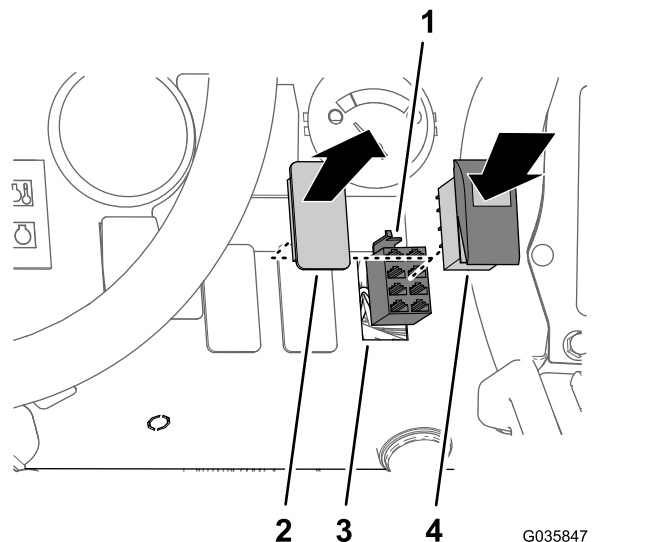

Bild 35
- Entfernen Sie die Schalterblende im Bedienfeld an der in Bild 35 abgebildeten Stelle.
- Schließen Sie den 8-Buchsen-Stecker des Kabelbaums des Finishingkits für den Ultra Sonic Boom, der mit SONIC MODE MANUAL VS. AUTO beschriftet ist, am Kippschalter an (Bild 35).
- Setzen Sie den Kippschalter in die Öffnung im Bedienfeld, bis der Schalter einrastet (Bild 35).